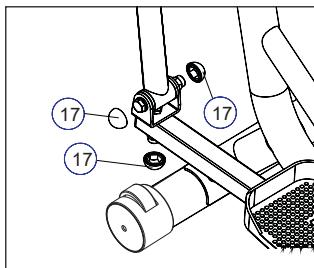

Abb. 12
10.1 Nachdem die gesamte Maschine montiert ist, decken Sie die Mutterabdeckung S=17 (17) an den Verbindungsstellen der U-förmigen Sitzschweißung der linken und rechten Schwinge ab (siehe Abb.12).